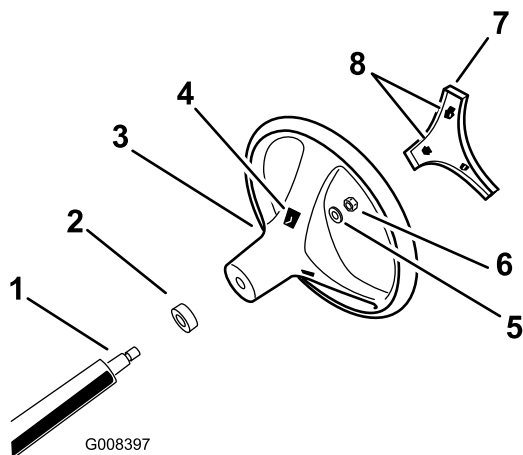

図 3
4. ハンドルをシャフトにはめ込み、ナットで固定する(図 3)。ナットを 24-30 Nm にトルク締めする。